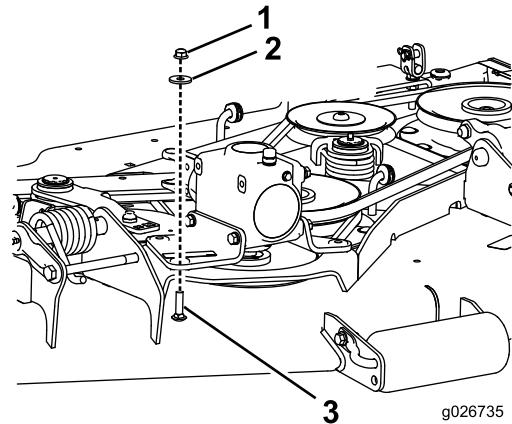

Figure 1
5. Montez le boîtier d'engrenages (voir Figure 1).